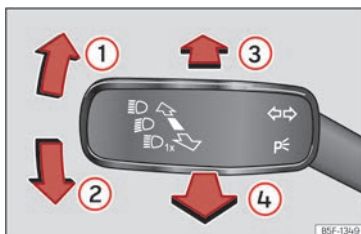

Abb. 72 Blinker- und Fernlichthebel.
- Drücken Sie den Blinker- und Fernlichthebel aus der Ausgangsstellung nach vorne >>> (Abb. 72) ③.
- **ODER:** Ziehen Sie bei eingeschaltetem Fernlichtassistenten den Blinker- und Fernlichthebel nach hinten >>> (Abb. 72) ④.